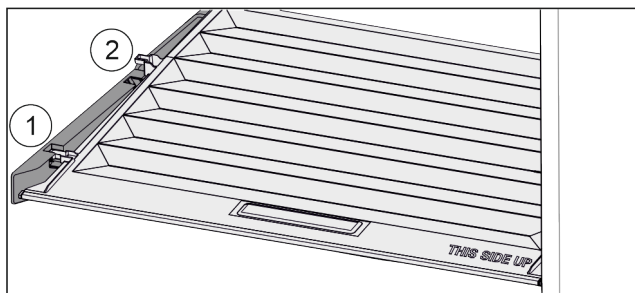

Fig. 40
- Tirare in avanti il coperchio fino all'apertura nei fermi Fig. 40 (1).
- Sollevare posteriormente dal basso e togliere verso l'alto Fig. 40 (2).